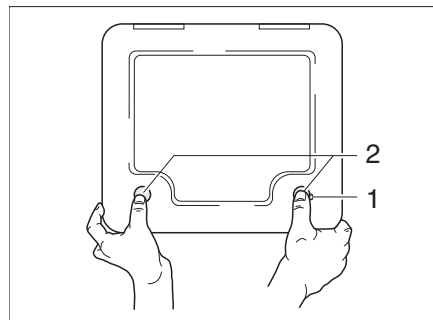

Bild 134 Klappe für Thetford-Kassette
- Die Klappe für die Thetford-Kassette außen am Fahrzeug öffnen. Dazu den Schlüssel in den Schließzylinder des Druckschlössers (Bild 134,1) stecken und eine viertel Umdrehung im Uhrzeigersinn drehen.
- Beide Druckschlösser (Bild 134,2) gleichzeitig mit dem Daumen drücken und die Klappe für die Thetford-Kassette öffnen.